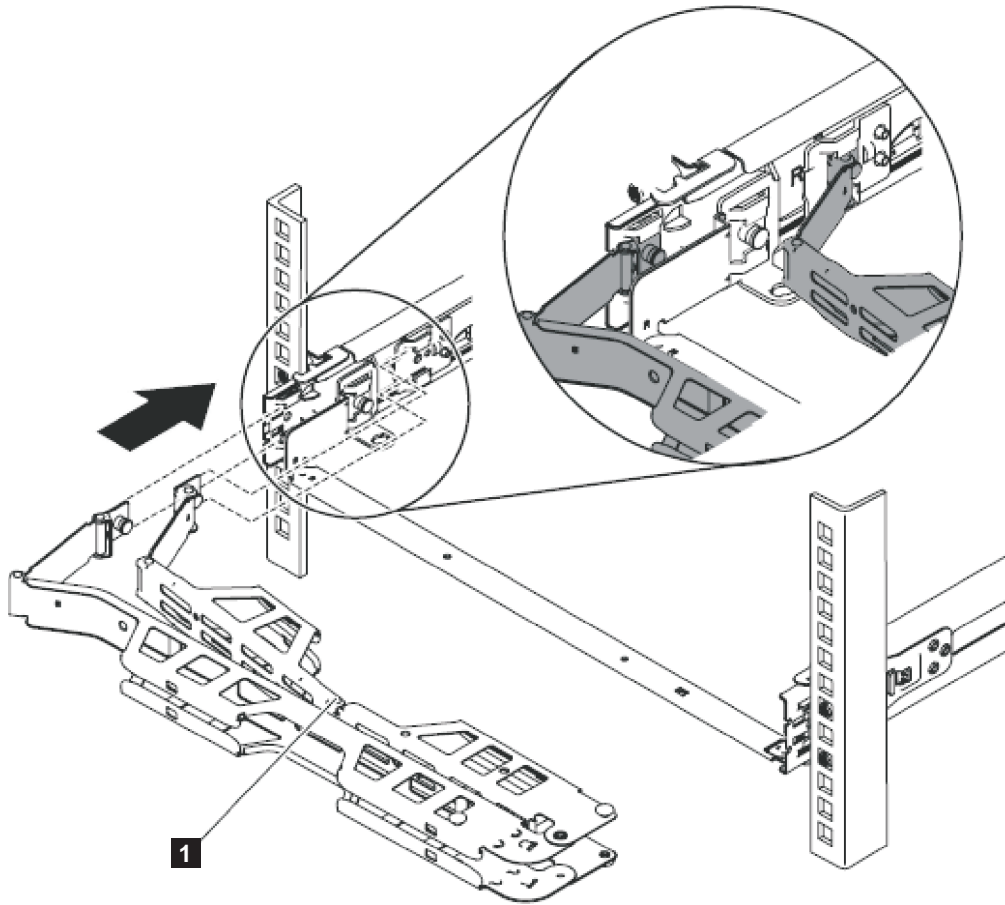

Figura 27. Instalando o suporte para organização de cabos
2. Instale o suporte para organização de cabos, conforme mostrado na Figura 27 na página 33.
**Nota:** Certifique-se de que as junções no braço, conforme mostrado por **1** na Figura 27, estejam voltadas para o SAN Volume Controller 2145-CG8.